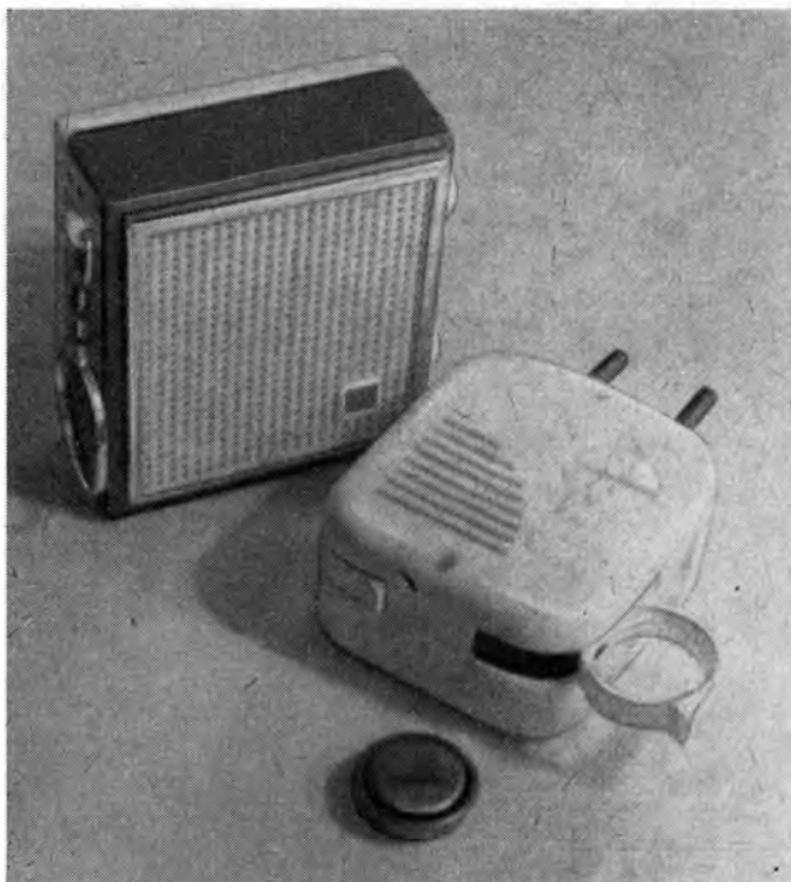

Bild 3.4 Ansicht des Taschenempfängers *Kosmos* mit Ladegerät
Der kleine Taschenempfänger *Kosmos* ist in der DDR weit verbreitet (Bild 3.4). Trotz seiner geringen Abmessungen (70 mm × 60 mm × 27 mm) handelt es sich, wie sein Stromlaufplan (Bild 3.5) beweist, um einen vollwertigen 7-Transistor-Superhet. Ein Anschluß für eine äußere Antenne (A) und für einen magnetischen 50-Ω-Kopfhörer (H) sind vorhanden. Man beachte, daß der Anschluß eines Kopfhörers die Endstufe nicht abtrennt, d. h., die Stromaufnahme des Kosmos wird bei Kopfhörerbetrieb nicht verringert!